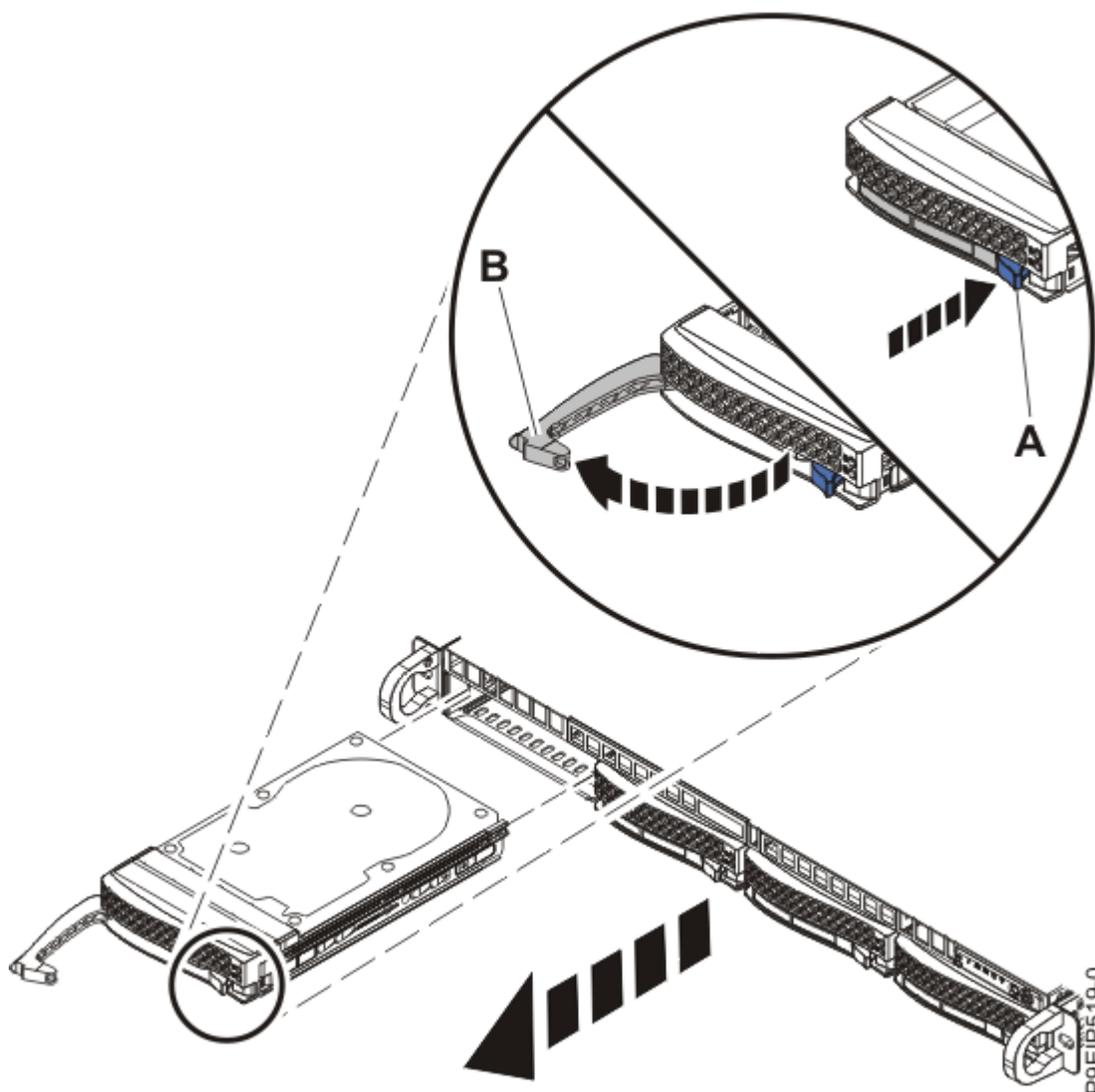

図 1: ディスク・ドライブの取り外し
3. 位置情報を使用して、ハンドル・リリース・ラッチ **(A)** を押し込んでドライブ・ベイ・ハンドル **(B)** をアンロックします (4 ページの図 1 を参照)。ドライブ・ベイ・ハンドル **(B)** を手前に引き出します。ディスク・ドライブ・ベイのハンドルが完全に引き出されていないと、ディスク・ドライブをスライドさせてシステムから引き出すことができません。ディスク・ドライブの底面を支えながら、システムからディスク・ドライブを取り外します。